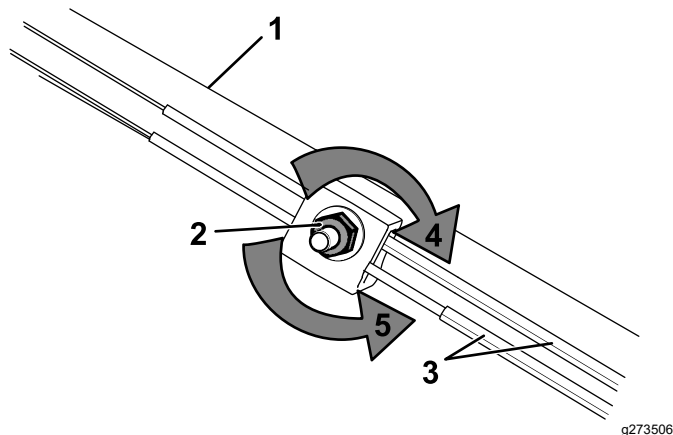

Figure 31
1. Tournez l'écrou de réglage dans le sens antihoraire pour desserrer les réglages des câbles (Figure 31).
2. Ajustez la tension des câbles (Figure 31) en les tirant en arrière ou en les poussant en avant puis en les maintenant à cette position.